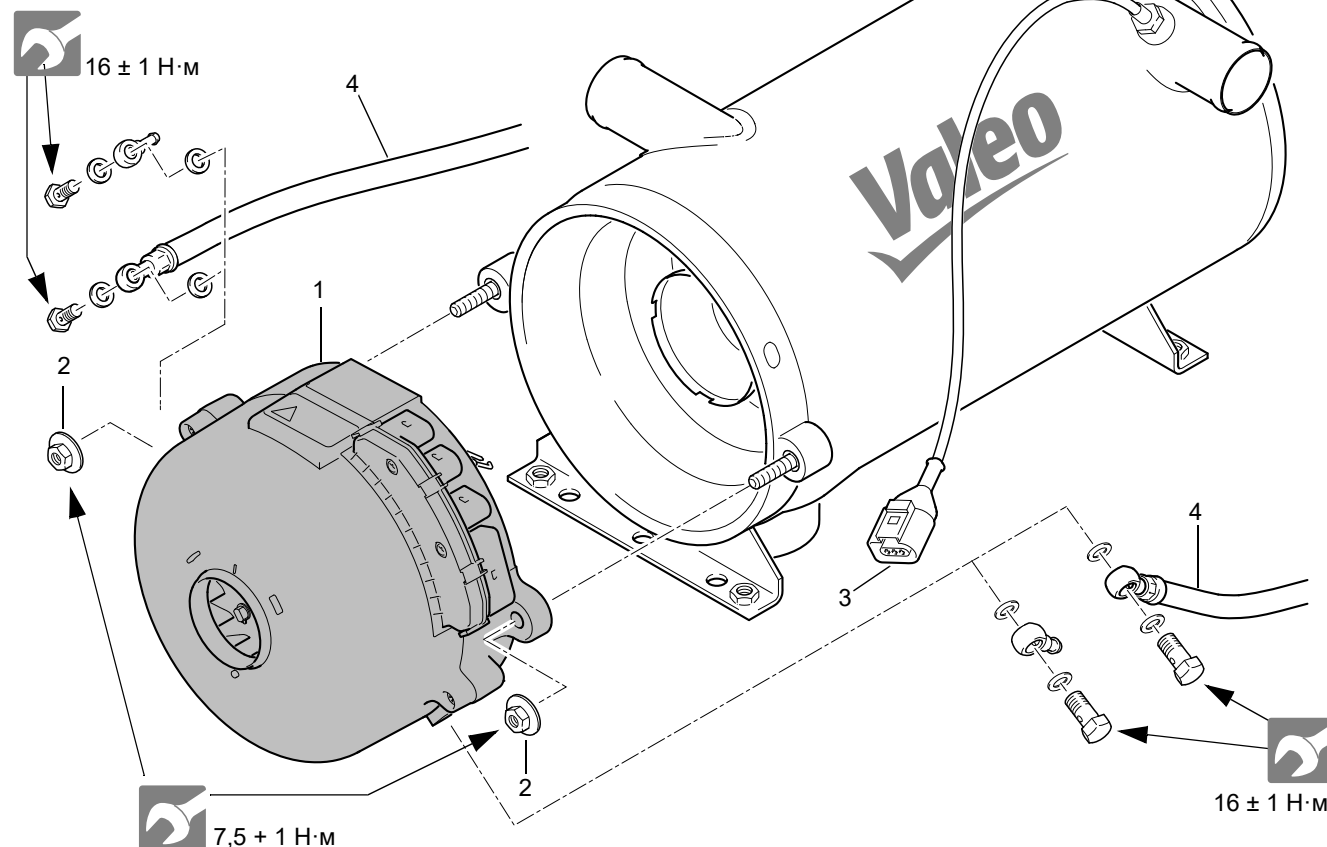

Рис. 801 Демонтаж и монтаж головки горелки
6. Отсоединить топливопроводы (4, Рис. 801) от банджоштуцера или ослабить их, выкрутив полый винт, и закрыть заглушкой.
7. Отвинтить комбинированные гайки (2).
8. Снять головку горелки (1).
1. Установить головку горелки (1, Рис. 801) и собрать ее; при этом обратить внимание на центрирование и корректность посадки.
2. Установить комбинированные гайки (2) и закручивать их попеременно без усилия.
3. Затянуть комбинированные гайки (2).
Две комбинированные гайки М8 для подключения головки горелки и теплообменника должны быть затянуты требуемым крутящим моментом (см. рис. Рис. 801), а также зафиксированы с помощью фиксатора резьбовых соединений.
2. Вынуть штекер датчиков температуры (3, Рис. 801).
2. Затянуть датчики температуры (1).
3. Вставить штекер датчиков температуры (3, Рис. 801).